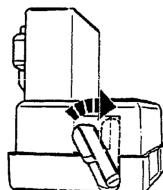

Figure 3
- Sans déranger la pédale de frein, déplacer la manette de réglage noire en sens horaire afin d'ajuster l'interrupteur. La manette doit être parallèle au raccord (voir la figure 3).